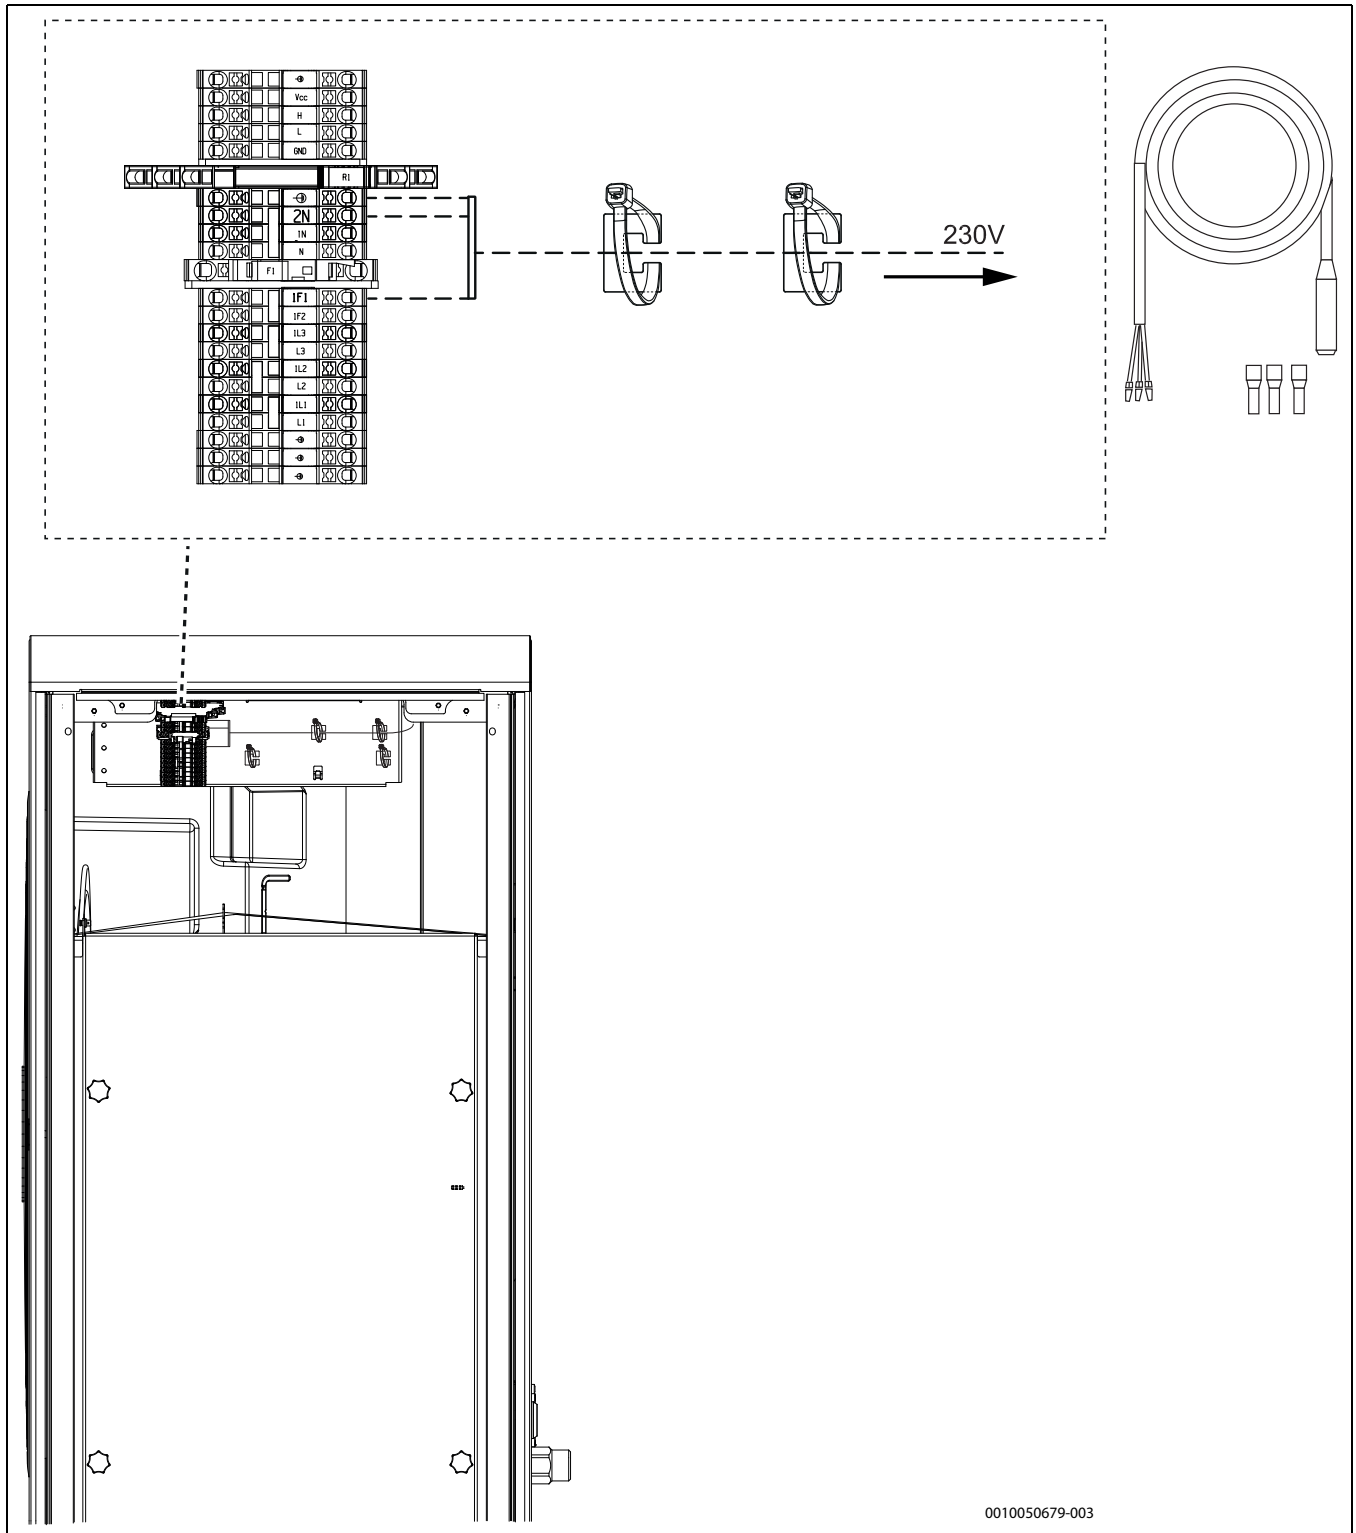

Fig. 35 Raccord du câble chauffant (accessoire)
- ▶ Raccorder le câble conformément à la → figure 35.